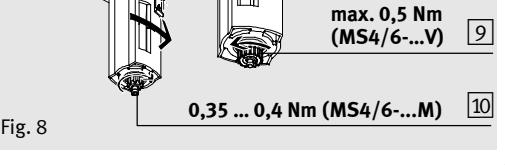

Fig. 8
- La corredera de desbloqueo debe engatillarse cuando se alcanza el tope final (→ Fig. 8).